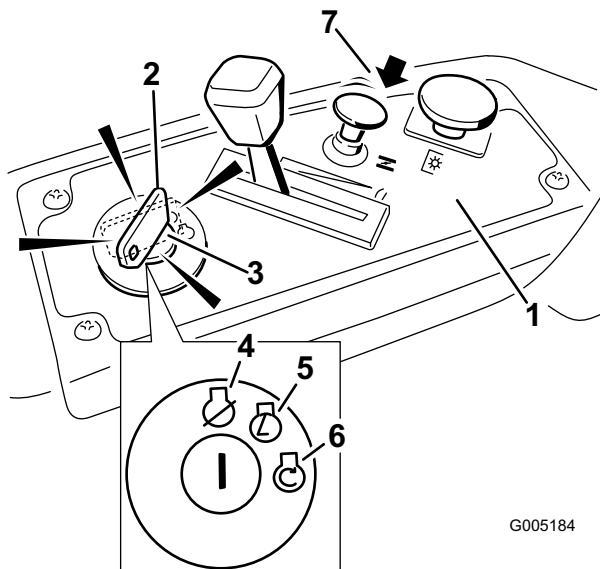

Figure 10
3. Placez la commande de starter en position ouverte pour démarrer à froid (Figure 10).
4. Tournez la clé de contact en position de Démarrage pour activer le démarreur. Relâchez la clé quand le moteur démarre (Figure 10).
5. Lorsque le moteur a démarré, poussez la commande de starter pour le fermer (Figure 10). Si le moteur cale ou hésite, tirez sur la commande de starter pour l'engager quelques secondes. Poussez ensuite la commande de starter et déplacez la manette d'accélérateur au réglage souhaité. Répétez l'opération si nécessaire.
2. Placez la manette d'accélérateur entre la position haut régime et la position à mi course (Figure 10).